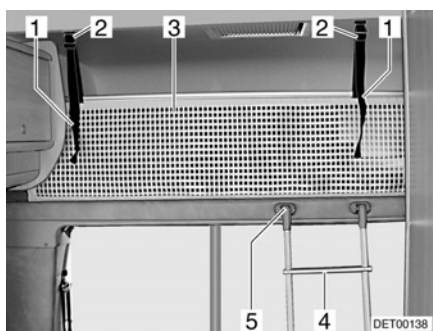

Bild 50 Alkovenbett
Zum Besteigen des Alkovenbetts die serienmäßig beigelegte Aufstiegsleiter (Bild 50,4) benutzen.
- Leiter mit den Holmen in Halterung (Bild 50,5) an der Alkovenblende einhängen.
Das Sicherungsnetz (Bild 50,3) ist serienmäßig zwischen Matratze und Lattenrost verstaut. Das Sicherungsnetz erst aufspannen, wenn sich die Personen bereits im Alkoven befinden.
- Haltebänder (Bild 50,1) in Halterungen an der Decke (Bild 50,2) einrasten lassen.